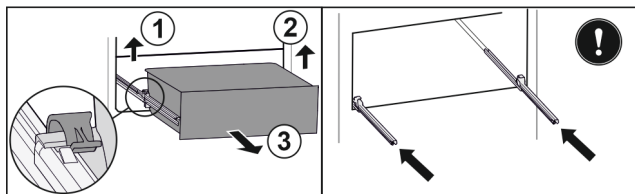

Fig. 147
- Sollevare il morsetto sinistro e allo stesso tempo tirare in avanti il cassetto sinistro. Fig. 147 (1)
- Sollevare il morsetto destro e allo stesso tempo tirare in avanti il cassetto destro. Fig. 147 (2)
- Rimuovere il cassetto tirandolo in avanti. Fig. 147 (3)